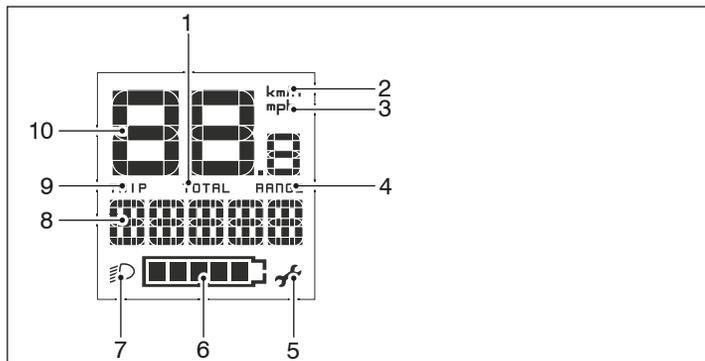

Abb.: B-19 Anzeigeelemente Purion-Bediencomputer
**HINWEIS:** Für die Anzeige der Grundeinstellungen auf dem Purion-Bediencomputer beachten Sie bitte die Abbildung B-19.